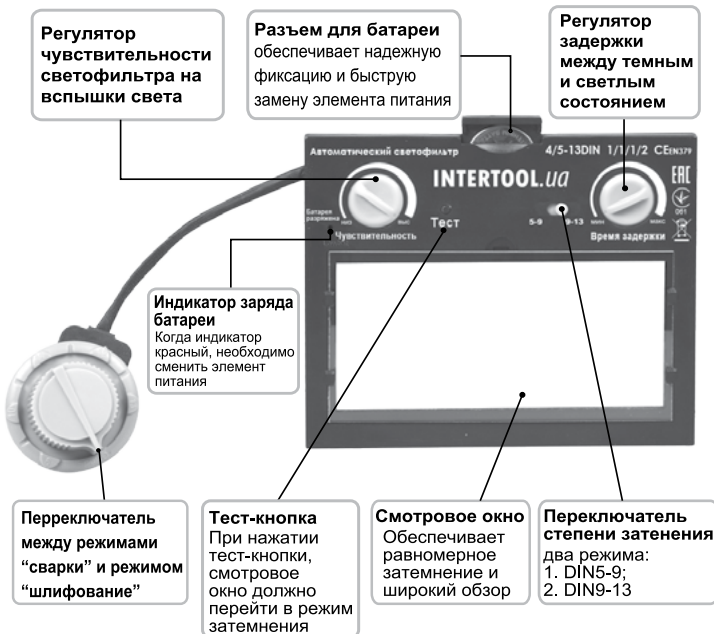

рис. 4
- ослабьте конец ремня, выдавив стопорный штифт из отверстия в ремне. Переместите две части ремня относительно друг друга на требуемую длину и вставьте стопорный штифт в ближайшее отверстие (см. «2» на рис. 4);